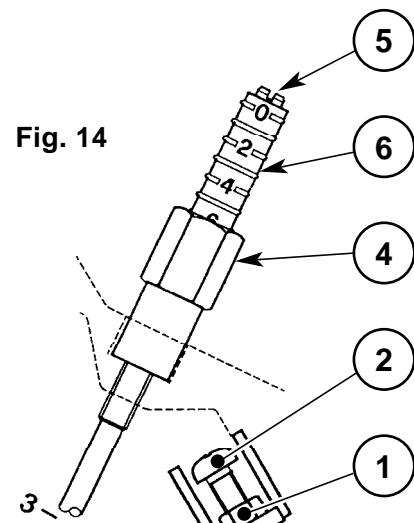

Fig. 14
Løsne mutteren (1), bruk skruen (2) og før pekeren (3) til ønsket posisjon. Stram til mutteren (1) (se fig. 14).
Løsne mutteren (4), bruk skruen (5) og før pekeren (6) til ønsket posisjon. Stram til mutteren (4) (se fig. 14).